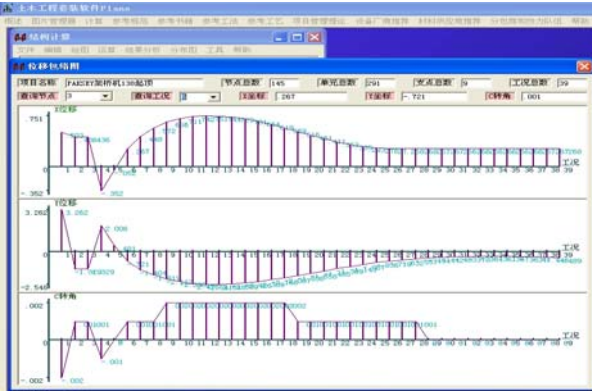

图 8
6. 程序可绘制由各种工况计算值组成的某一节点**位移分布图**；某一单元**内力分布图**、**应力分布图**；某一**支点反力分布图**，直观反映在各个工况下的数值，方便查找其最大值和最小值以及相对应的工况，见图 8。